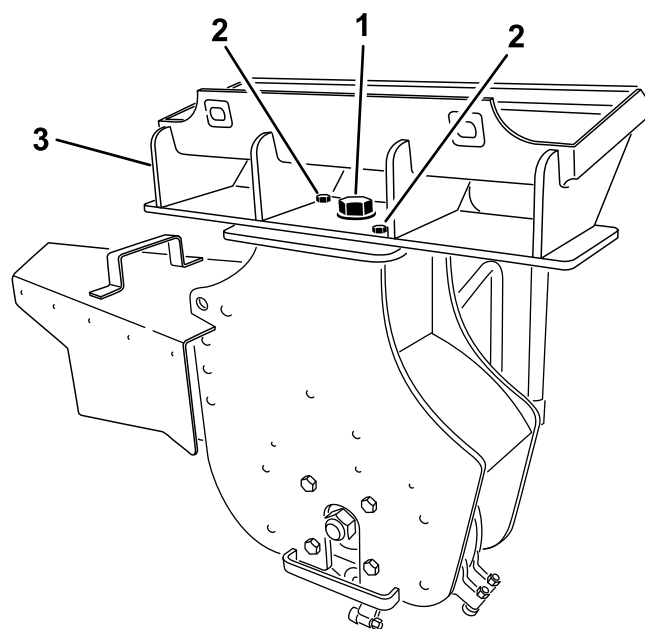

Figura 12
3. Îndepărtați urubul mare (1 x 2 1/4"), aiba, piulia (1"), cele 2 uruburi mici (1/2 x 1 1/2") și cele 2 piulie (1/2") care fixează ansamblul de prindere rapidă la mâna de frezat cioturi (Figura 12). Îndepărtați ansamblul.
4. Montați noul ansamblu de prindere rapidă la mâna de frezat cioturi, utilizând echipamentul pe care l-ați îndepărtat, așa cum este ilustrat în Figura 12.